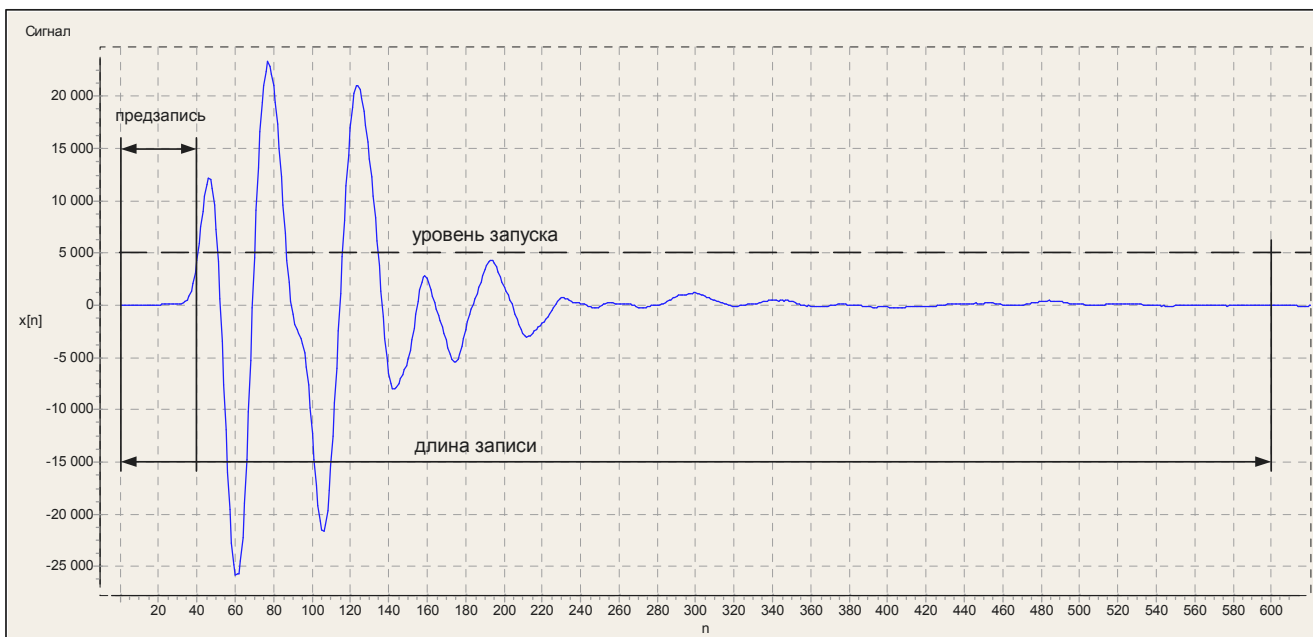

Рис. 5.
**Предзапись, зн.** – количество отсчетов предзаписи (рис. 5);